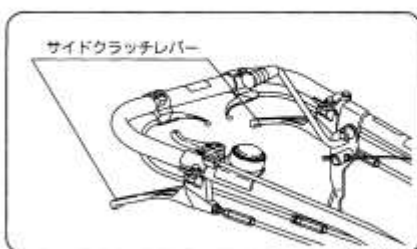

図21
- 右側のレバーを握れば右側に、左側のレバーを握れば左側に機械が旋回することができます。（図21）